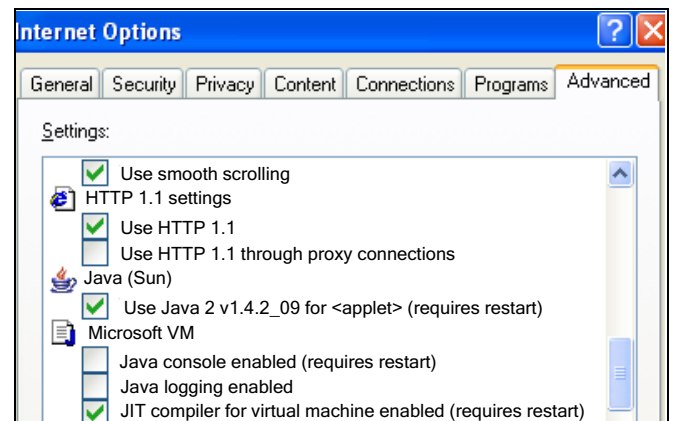

図 . 32: Java インターネットオプション
9. T0F 200 EasyKey ソフトウェアの動作には、Sun java が必要となります。インターネットブラウザのオプションの高度タブを開き、Java (Sun) を選択、Microsoft VM の選択を外します。図 . 32 をご参照ください。Sun Java のオプションがない場合は、ソフトウェアの操作 の手順に従って適切な画面上に表示されたリンクに従って Sun Java のプログラムをロードしてください。